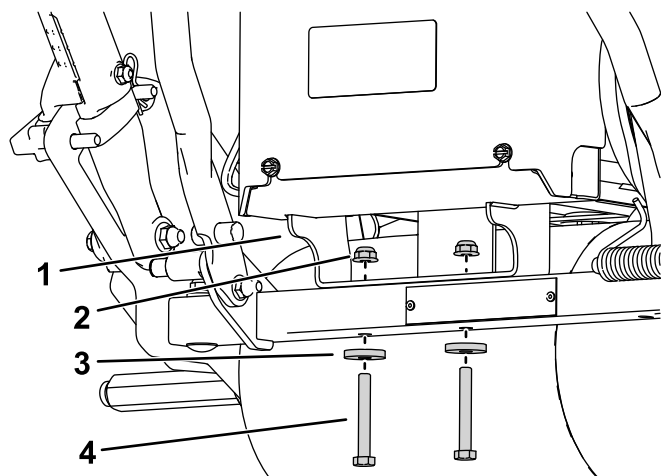

Figura 5
5. Îndepărtați cele 2 piulie, aibele i uruburile care fixează suportul centrului de alimentare în partea din spate a mainii i scoatei-l (Figura 5).